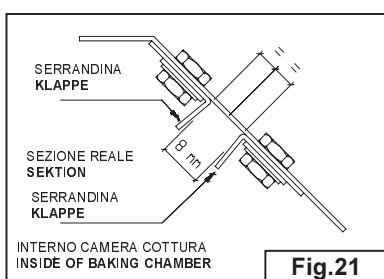
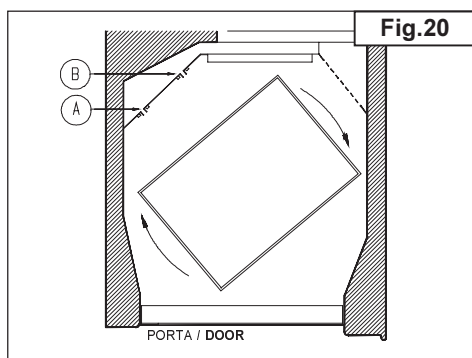
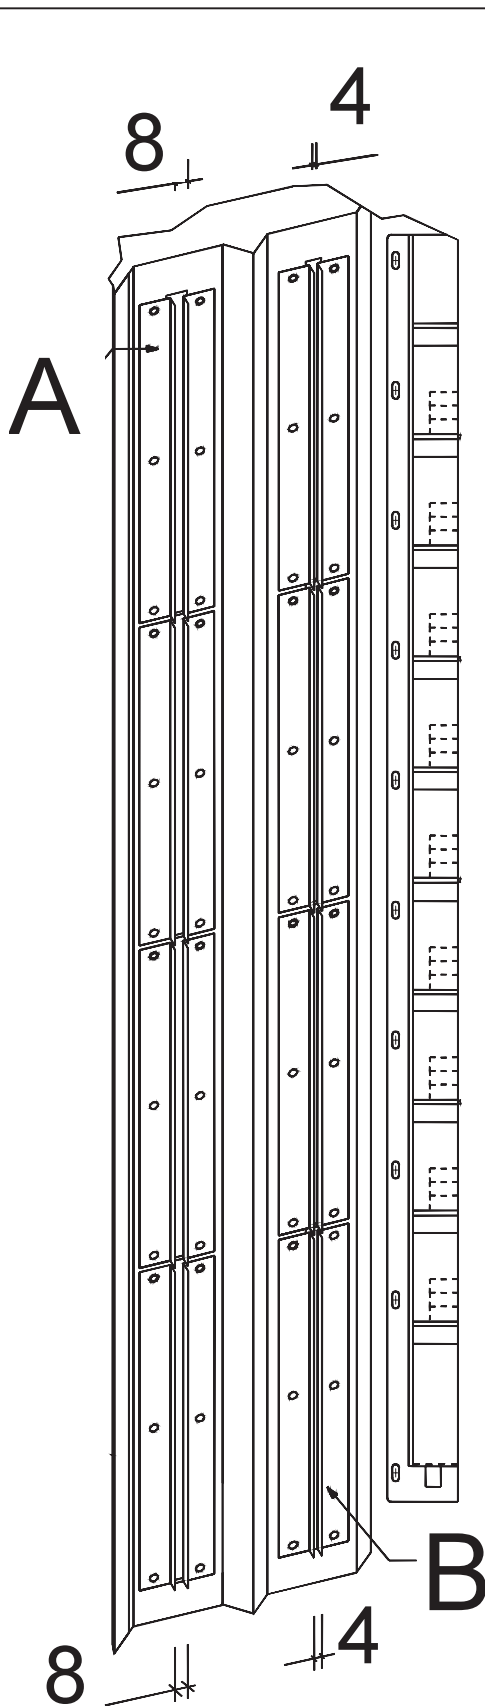

Fig. 21
Fig. 20
Fig. 22
Controllare che tutte le serrandine abbiano le alette di flusso rivolte verso l'interno della camera di cottura e siano posizionate al centro della feritoia (Fig. 21). Essendo le serrandine inclinate (Fig. 20), la misura di regolazione standard riportata in Fig. 22 deve essere rilevata nella parte più stretta. (SEZIONE REALE)
Le serrandine **Pos. A** Fig. 20 regolano la cottura del composto nella zona centrale delle teglie; quelle in **Pos. B** regolano la cottura nella zona laterale.
La Fig. 22, vista dall'interno della camera di cottura, riporta i valori standard di regolazione delle serrandine
Ascertain that all the air locks have the air flow fins turned towards the inside of the baking chamber and are positioned at the center of the slit (Fig. 21). As the air locks are slanted (Fig. 20) the measurement of the standard adjustment shown in Fig. 22 must be taken in the narrowest part (REAL SECTION).
The air locks (**Pos. A** Fig. 20) affect the baking of the dough in the center area of the trays; those in **Pos. B** affect baking at the sides.
The Fig. 22, seen from the inside of the baking chamber, shows the standard adjustment figures for the air locks.
Regolare le serrande rispettando i valori standard riportati in **Fig.22**.
*Nello spostare le serrande, non si deve modificare l'apertura, che resta quella standard di **Fig.22**.*
-Spostare verso destra o verso sinistra le serrandine in modo da centrare il flusso d'aria sul centro del carrello. Se la cottura non è soddisfacente su tutte le teglie spostare tutte le serrandine **Pos.A Fig.22**, mentre se le teglie che non cuociono sono solo una parte, spostare solo le serrandine in corrispondenza delle teglie non cotte.
-Spostare verso destra o verso sinistra le serrandine in modo da centrare il flusso d'aria sul centro del carrello. Se la cottura è eccessiva su tutte le teglie spostare tutte le serrandine **Pos.A Fig.22**, mentre se le teglie che cuociono troppo sono solo una parte, spostare solo le serrandine in corrispondenza delle teglie troppo cotte.
- Aumentare l'apertura sulle serrandine **Pos.B Fig.22**
La regolazione del flusso d'aria viene eseguita principalmente sulle serrandine **Pos.A Fig.21**.
The slots have to be adjusted in accordance to the standard values indicated in **Fig.22**.
*When moving the slots the standard opening has to remain unchanged. (See **Fig.22**)*
-Move the slots to the right or to the left side in order to position the air flow towards the center of the rack. If baking is not satisfactory on all trays change position of all the slots (**Pos.A Fig.22**) . If the trays are not well baked only partially move only those which are closed to these trays.
-Move the slots to the right or left side in order to direct the air flow towards the center of the rack. If baking is too much on all trays move all the slots (**Pos.A Fig.22**) . If there are only some trays which are dark only partially move only those slots which are close to the dark trays.
-Increase the opening of the slots (**Pos.B Fig.22**)
The adjustment of the air flow has to be done mainly by the slots.(**Pos.A Fig.21**)